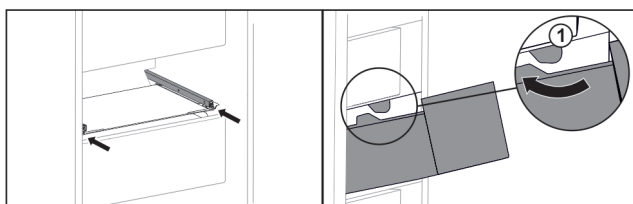

Fig. 31
- ▶ Poprowadzić szufladę wokół stoperów Fig. 31 (1)*